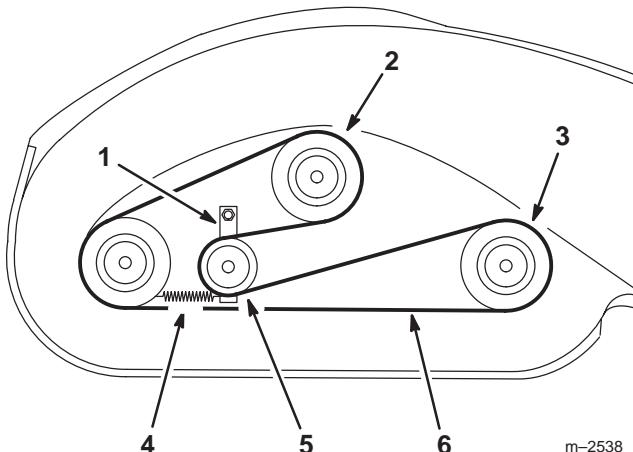

Figure 47
4. Décrochez le ressort du bras de tension pour réduire la tension sur le bras et la poulie de tension, puis enlevez la courroie du plateau usagée (Fig. 47).
5. Installez une courroie neuve autour des deux poulies d'axe extérieures, de la poulie de tension et dans la gorge inférieure de la poulie d'axe centrale (Fig. 47).
6. Raccrochez le ressort du bras de tension (Fig. 47).